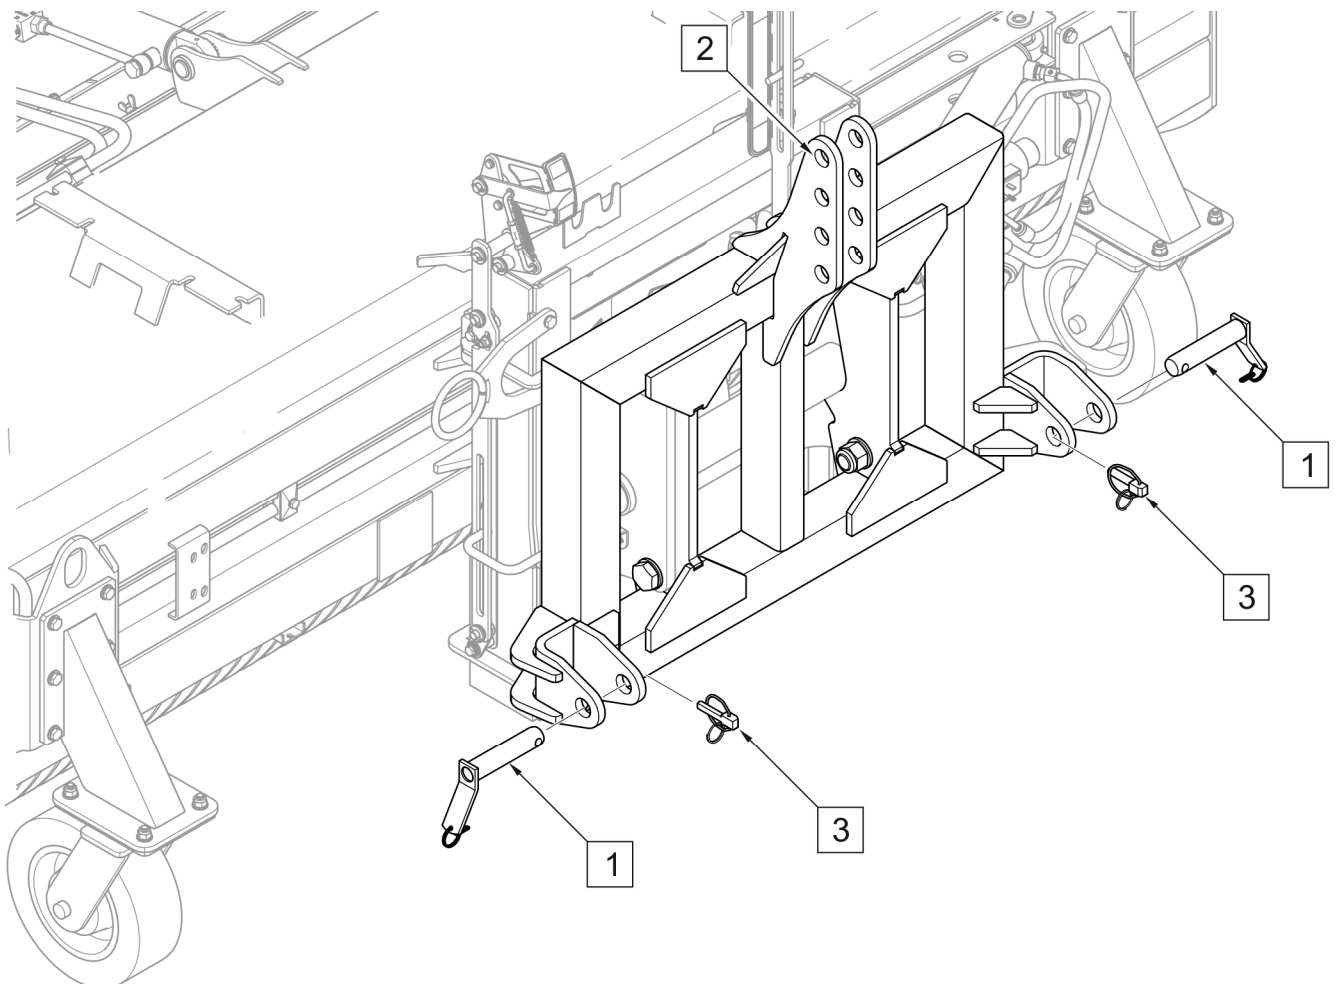

ABBILDUNG 4.2 Dreipunktaufhängung Kat. II nach ISO 730 -1
- Die unteren Bolzen (1) der Kehrmaschinenaufhängung (ABBILDUNG 4.2) mit den Unterlenkern des Schleppers verbinden und mit den Splinten (3). Den Oberlenker der Dreipunktaufhängung (Mittelverbinder) des Schleppers mithilfe des Bolzens mit dem Loch am oberen Punkt der Kehrmaschinenaufhängung verbinden und sichern.